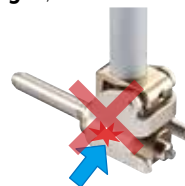

Fig. 3
3. Para medidor de agujeros ciegos (511-4XX, 511-4XX-20), no aplique fuerza a la sección de guía en dirección transversal. (Fig. 3)